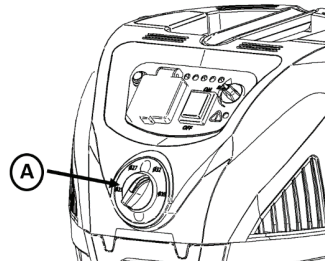

Fig. 15
En el caso de las aspiradoras de clase M y H, el diámetro de la manguera debe ajustarse mediante el interruptor selector de la máquina. Esto puede hacerse con el interruptor (A) de la fig. 15.